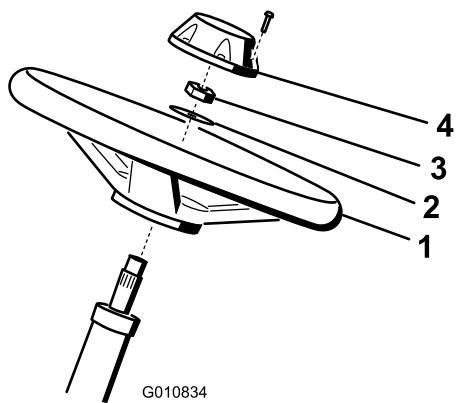

図 5
- ハンドルをステアリング シャフトにはめ込む（図 5）。
- ワッシャをステアリング・シャフトにはめ込む（図 5）。
- ジャムナットでハンドルを固定し、2.8~3.6 kg.mにトルク締めする（図 5）。
- キャップを取り付け、ねじで固定する（図 5）。